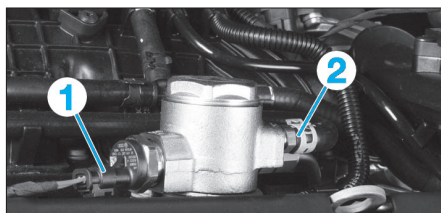

Fig. 31
- Débrancher le connecteur (1) et la conduite d'alimentation en carburant (2) de la pompe haute pression (Fig.31).